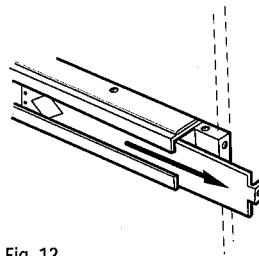

Fig. 12
3. Ta bort tryckskenorna som sitter i centrubalken, se fig. 12.